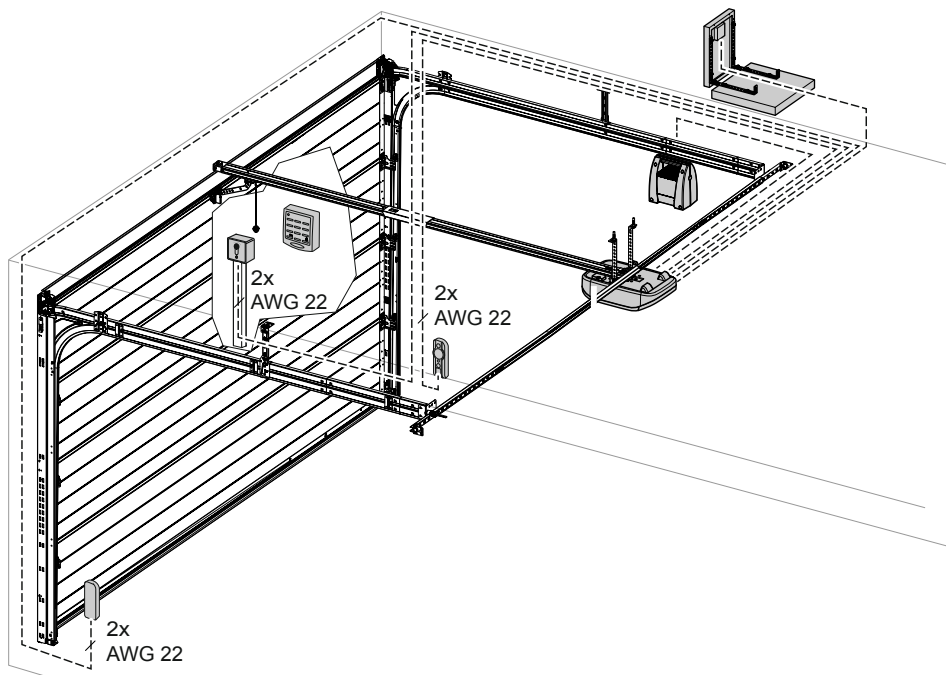

Fig. 3: Exemple d'installation d'accessoires
3. Option : montage sur le toit (toit plat, fig. 3)